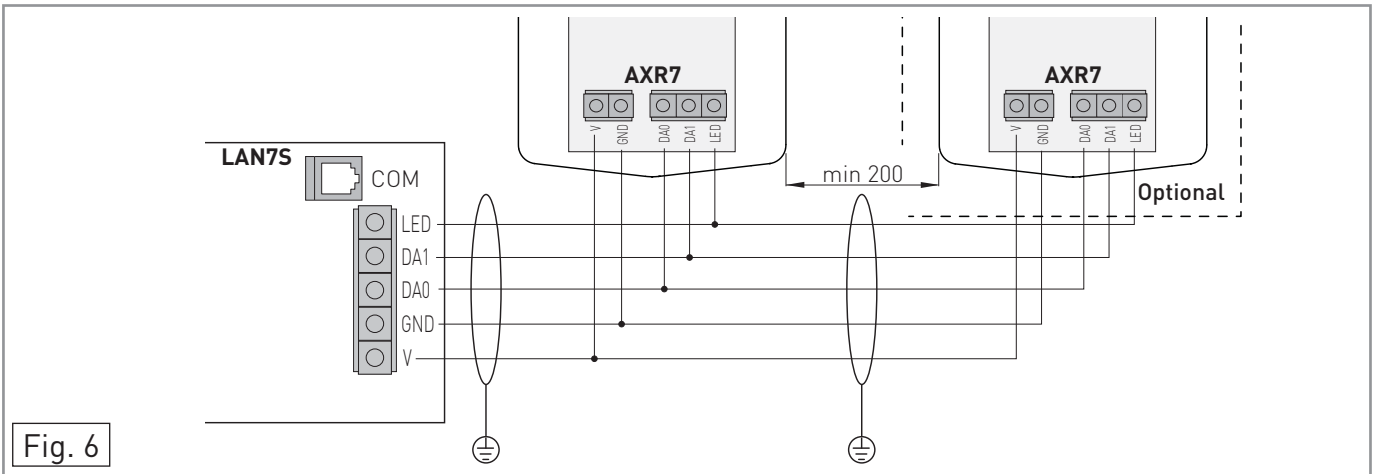

Fig. 6
- Collegare la scheda AXR7 all'unità di gestione LAN7S mediante cavo schermato tipo antifurto (non fornito) come indicato in fig. 6 (collegare la schermatura al morsetto di terra).
- Collegare l'unità di gestione LAN7S all'unità di lettura AXR7 come indicato in fig. 6.
- Connect the card AXR7 to the LAN7S control unit by means of a burglarproof-type screened cable (not supplied) as shown in fig. 6 (taking care to connect the screening to the earth terminal).